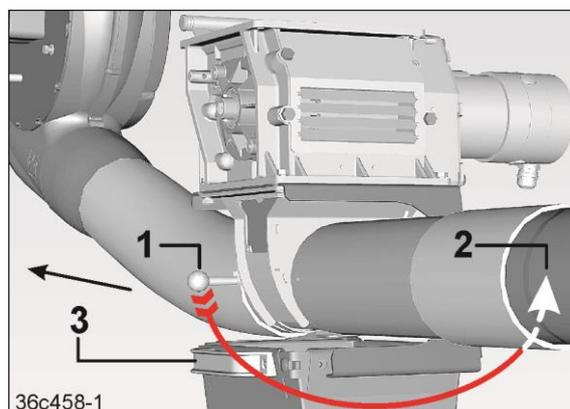

Fig. 237
Hebelstellung (Fig. 237/1): geschlossen
Hebelstellung (Fig. 237/2): offen
6. Den Auffangbeutel (Fig. 237/3) unter den Dosierer schieben.